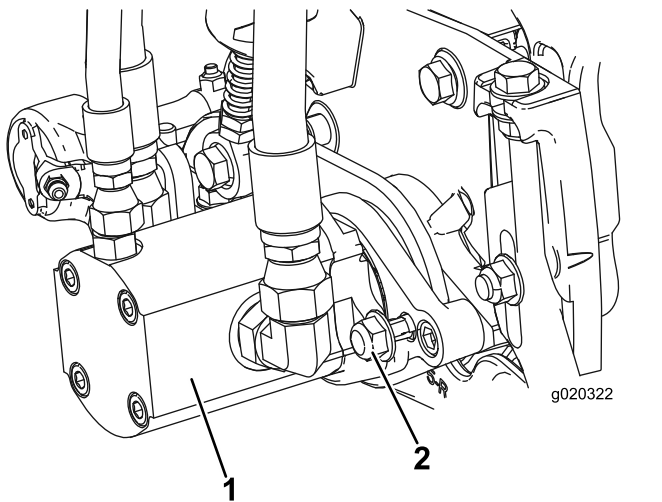

Figura 11
- Instale el motor girándolo en el sentido de las agujas del reloj de modo que las bridas del motor no choquen con las contratuercas (Figura 11). Gire el motor en sentido antihorario hasta que las bridas rodeen las tuercas, luego apriete las tuercas.